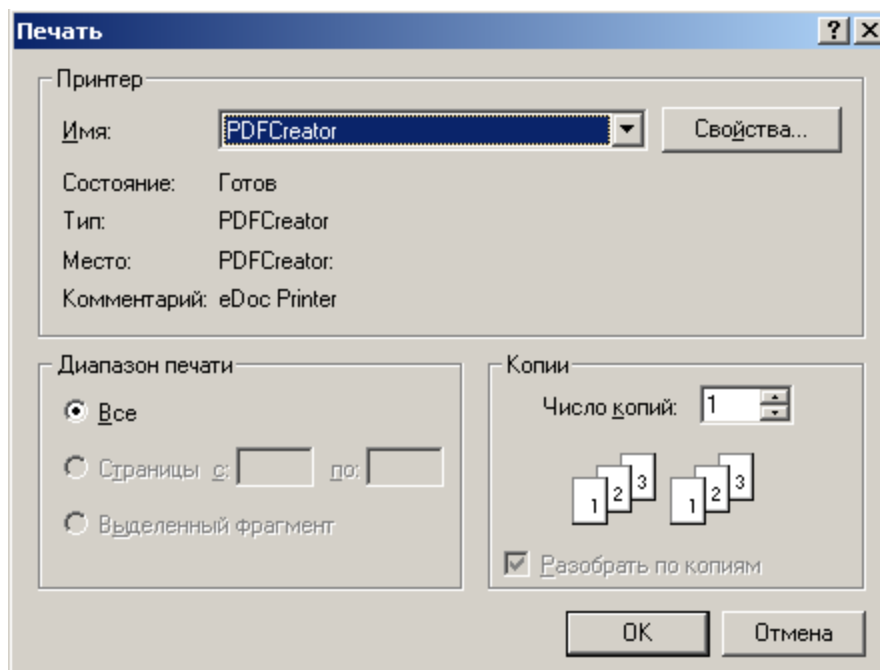

Рисунок 10.2 - Выбор принтера «PDFCreator»
- выбрать в качестве принтера «PDFCreator» (рис.10.2), (программа предложит выбрать параметры сохраняемого файла, они могут не редактироваться), а также произвести настройки получаемого документа (по умолчанию этого также не требуется), далее необходимо нажать на кнопку «Сохранить» (рис.10.3), после чего программа предложит выбрать имя файла и путь для его сохранения.